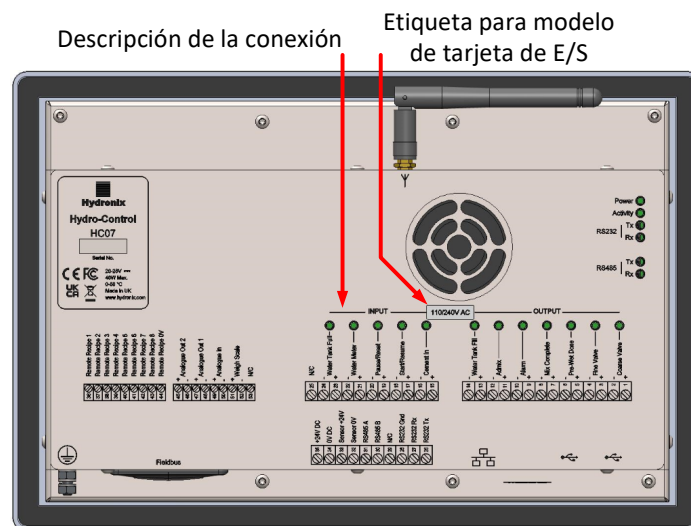

Figura 2: Parte trasera del Hydro-Control, etiquetas de los conectores
**NOTA IMPORTANTE:** Si está equipado con una tarjeta E/S de tipo CA (modelo de dispositivo HC07-110), Hydro-Control puede tener algunas de sus conexiones eléctricas con tensión de red. **Esto es válido para los terminales 1-24.** Para más información, compruebe la etiqueta que se indica en la Figura 2.